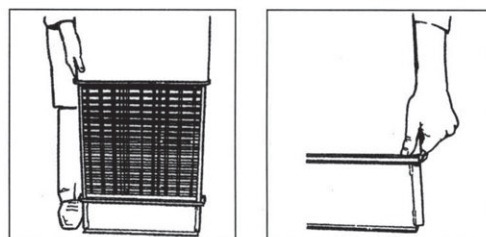

图4、图5、在托架上安装滤袋
- 7、将滤袋安装在托架上（图4），确保滤袋的密封边能紧贴托架的法兰。（图5）